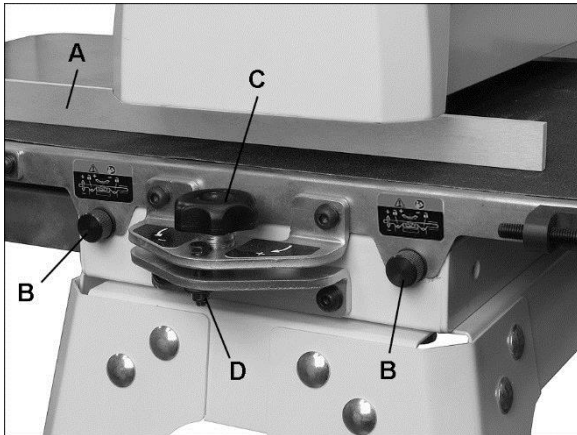

Figure 8-3: Alignedement du cylindre
3. Insérez la jauge entre le cylindre et la table du convoyeur du côté externe du cylindre (A, Figure 8-3).
7. Desserrez les deux vis de verrouillage de la table (B, Figure 8-3)
3. Si une bavure est visible là où le cylindre chevauche, abaissez légèrement la table sur l'extrémité externe en tournant le bouton (C, Figure 8-3).
Remarque : Pour un matériau à poncer de largeur inférieure à 406 mm), régler le parallélisme entre le convoyeur et le cylindre. Tournez le bouton en direction opposée jusqu'à ce que le écrou (D, Figure 8-3) soit en contact. Le écrou fait butée pour le parallélisme de la table.